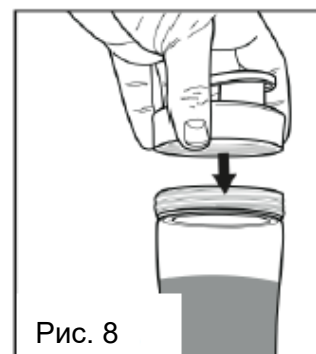

Рис. 8
12. Замените насадку с лезвиями на насадку для питья (см. Рис. 8).